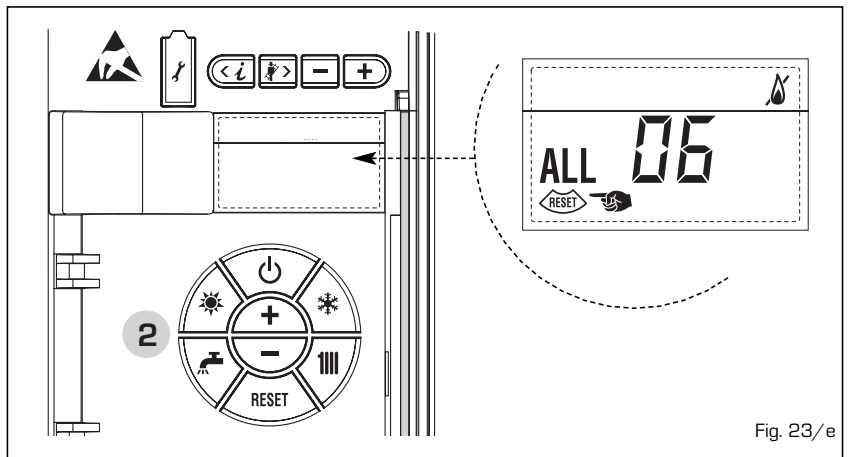

Fig. 23/e
- **ANOMALIA TERMOSTATO SICUREZZA "ALL 07" (fig. 23/f)**